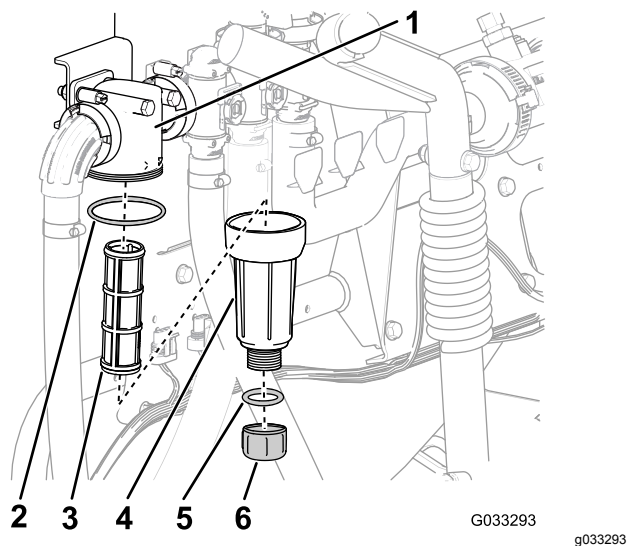

Figure 55
2. Placez un bac de vidange sous le filtre sous pression (Figure 55).
3. Tournez le bouchon de vidange dans le sens antihoraire et déposez-le de la cuvette du filtre sous pression (Figure 55).
4. Tournez la cuvette dans le sens antihoraire et déposez la tête du filtre (Figure 55).
5. Retirez l'élément du filtre sous pression usagé (Figure 55).
6. Contrôlez l'état et l'usure du joint torique du bouchon de vidange (à l'intérieur de la cuvette) et du joint torique de la cuvette (à l'intérieur de la tête du filtre) (Figure 55).
- Montez le nouvel élément filtrant dans la tête du filtre sous pression (Figure 55).
- Vissez la cuvette sur la tête du filtre et serrez-la à la main (Figure 55).
- Vissez le bouchon sur la cuvette à la main (Figure 55).